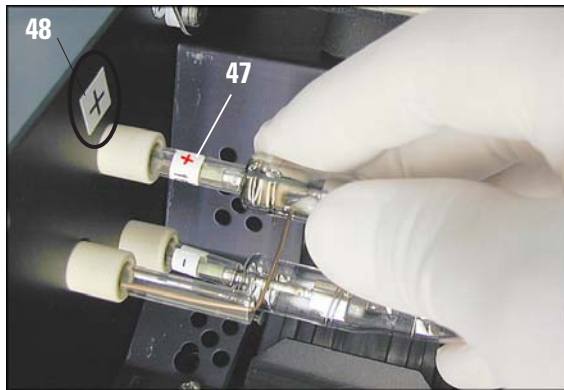
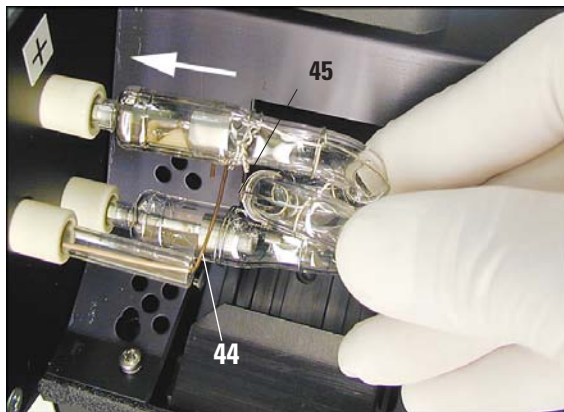

図 25
図 26
- 新品のフラッシュランプをソケット（46、図 25）に取り付けます。次にランプを慎重に奥まで押し込みます（図 26）（極性マーカー（+）が見えなくなるまで）。必要に応じて、フラッシュランプをやさしく上下に揺すりします。
- ランプが正しく取り付けられていることを確認してください。+ 記号の付いた電極（47）を、同じ記号（48、図 25）の付いたソケット（46）に取り付けます。